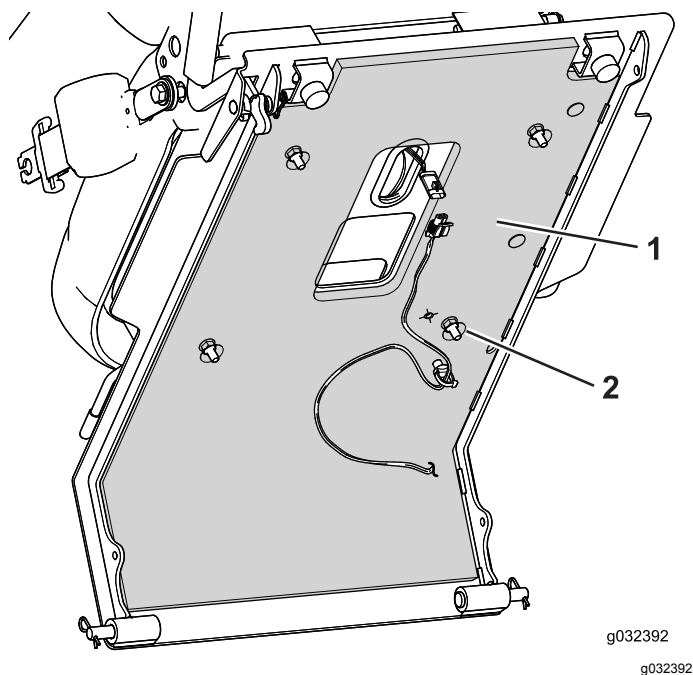

Bild 6
5. Entfernen Sie das Trägermaterial und bringen das Schutzblech unter dem Sitz an der Unterseite der Sitzplatte an (**Bild 6**).